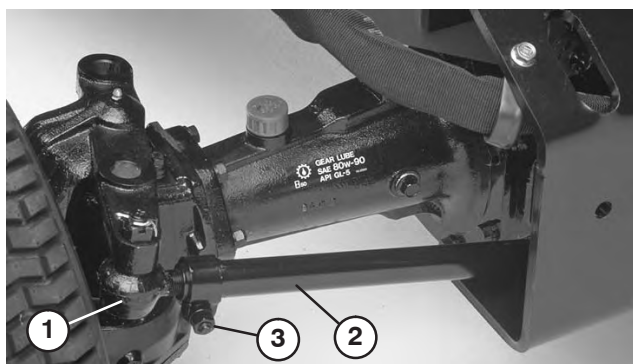

Figure 65
2. Déposez la goupille fendue et l'écrou de fixation d'une des rotules de biellette au support de montage sur le pont et dissociez la rotule du pont (Fig. 65).
3. Desserrez la vis sur la fixation de la biellette (Fig. 65). Tournez la rotule dans un sens ou dans l'autre pour modifier la longueur de la biellette.